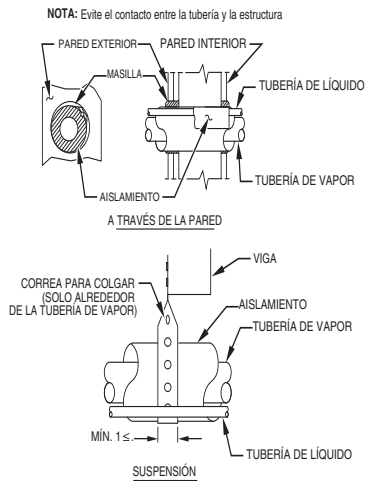

Fig. 1 – Instalación de las tuberías A94028
5. Al tender los tubos de refrigerante a través de la pared, selle la abertura con RTV u otro tipo de masilla de silicona flexible (consulte la Fig. 1).
7. No suspenda las tuberías de refrigerante en vigas ni travesaños con un cable o correa rígidos, en contacto directo con las tuberías (consulte la Fig. 1).
9. Cuando sea necesario, use correas para colgar de 1" (25,4 mm) de ancho que se adapten a la forma del aislamiento de la tubería (consulte la Fig. 1).